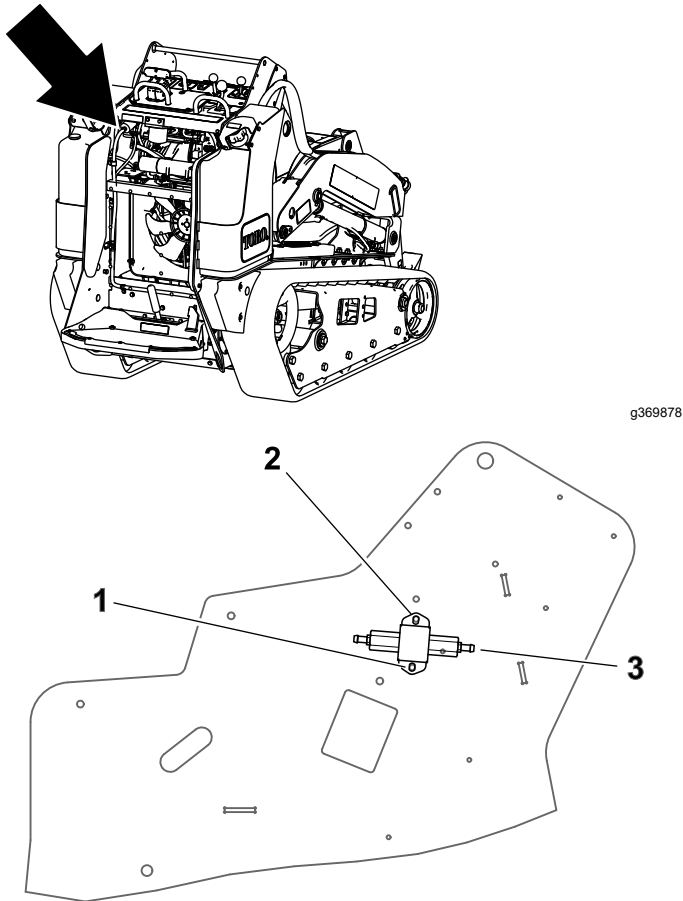
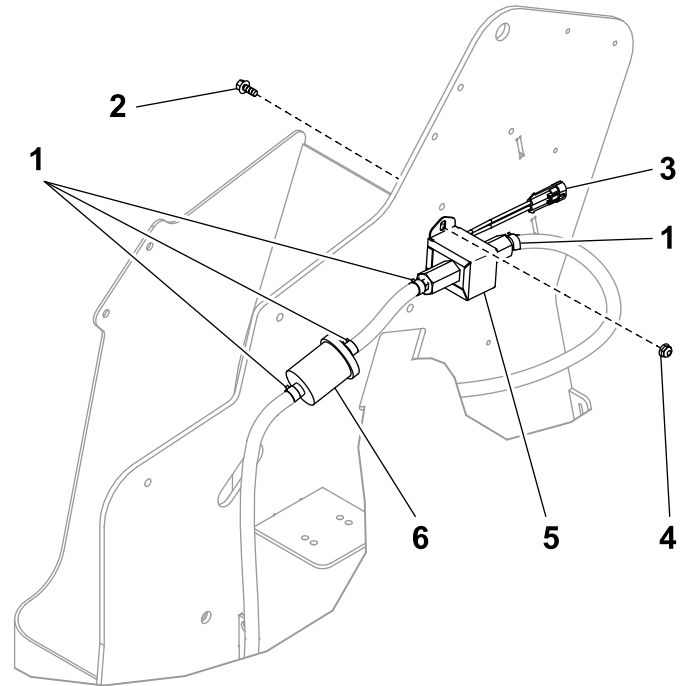

Рисунок 19
Рисунок 20
Используйте Рисунок 1, Рисунок 19 и Рисунок 20 для выполнения данной процедуры.
- Установите новый топливный насос с помощью 2 болтов (1/4 x 5/8 дюйма) и 2 контргайк (1/4 дюйма), как показано на **Рисунок 20**.